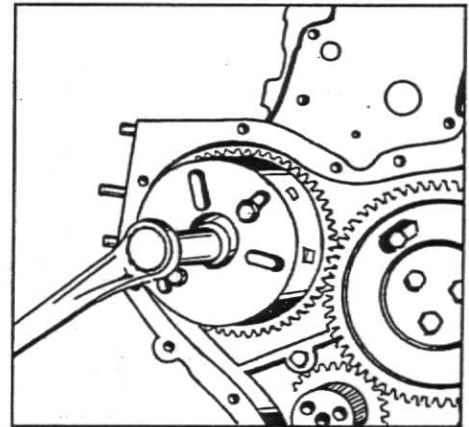

Fig. 1
7. Remova a engrenagem da árvore de comando de válvulas utilizando a ferramenta nº 81 30 436, fig. 1.